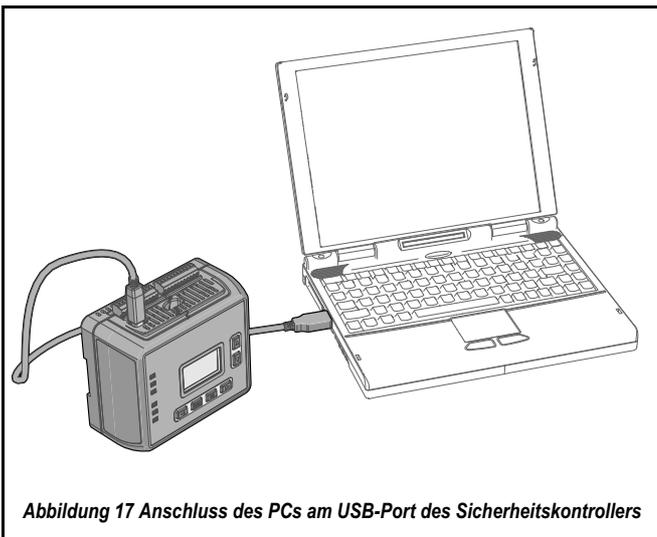
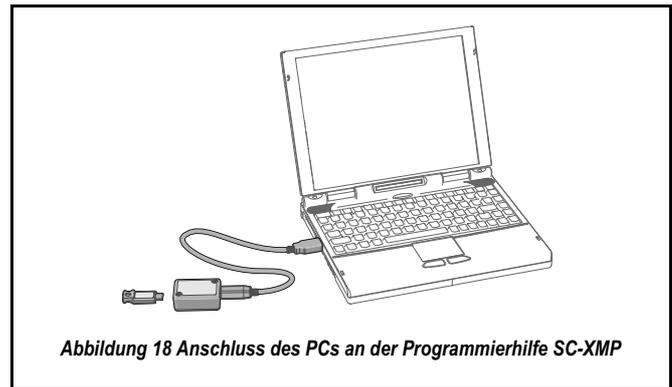

Abbildung 17 Anschluss des PCs am USB-Port des Sicherheitskontrollers
Abbildung 18 Anschluss des PCs an der Programmierhilfe SC-XMP
Der Sicherheitskontroller wird über ein USB-A/B-Kabel an einem PC angeschlossen (abbildung 17 auf seite 26). Das Kabel wird auch zum Anschluss des PC an der Programmierhilfe SC-XMP verwendet (siehe abbildung 18 auf seite 26), um eine Konfiguration in die XM-Karte zu laden.
- 1) Schließen Sie das USB-A/B-Kabel entsprechend abbildung 17 auf seite 26 am Sicherheitskontroller und PC mit geladener konfigurierter PCI-Software an.
Die Programmierhilfe SC-XMP ist ein praktisches Hilfsprogramm, mit dem eine Konfiguration von einem PC (auf dem die PCI-Software läuft) zu einer XM-Karte oder von einer XM-Karte zum PC übertragen werden kann, ohne dass ein Sicherheitskontroller SC22-3 gebraucht wird. Sie wird über das USB-A/B-Kabel am USB-Port des PC angeschlossen (siehe abbildung 18 auf seite 26).
- 1) Schließen Sie die Programmierhilfe SC-XMP entsprechend abbildung 18 auf seite 26, an.
Beim externen XM-Speicherstick SC-XM1 handelt es sich um ein abnehmbares Speichermodul, das zur Speicherung und Übertragung einer einzelnen Konfiguration verwendet werden kann. Die XM-Karte hat ein beschreibbares Etikett auf der Rückseite, auf der ein Konfigurationsname oder eine Maschinenkennzeichnung eingetragen werden kann. Die XM-Karte ist in abbildung 18 auf seite 26 am Sicherheitskontroller SC22-3 angeschlossen dargestellt.